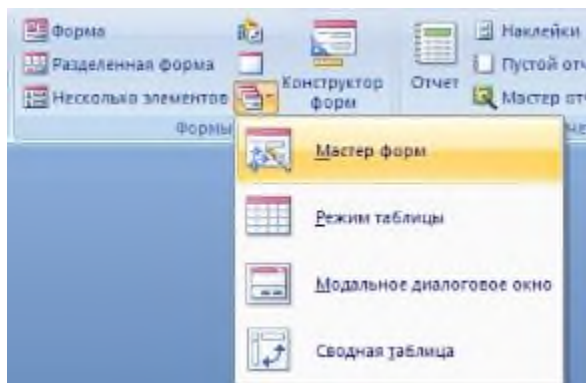

Рис.1 Мастер форм
5. Активизировать инструмент «Другие формы» и выбрать пункт «Мастер форм» (Рис.1)